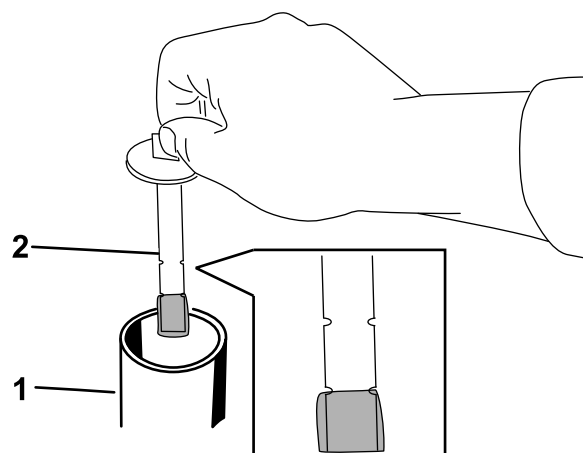

Figure 79
7. Enlevez le bouchon du goulot de remplissage et vérifiez le niveau de liquide sur la jauge (Figure 79).